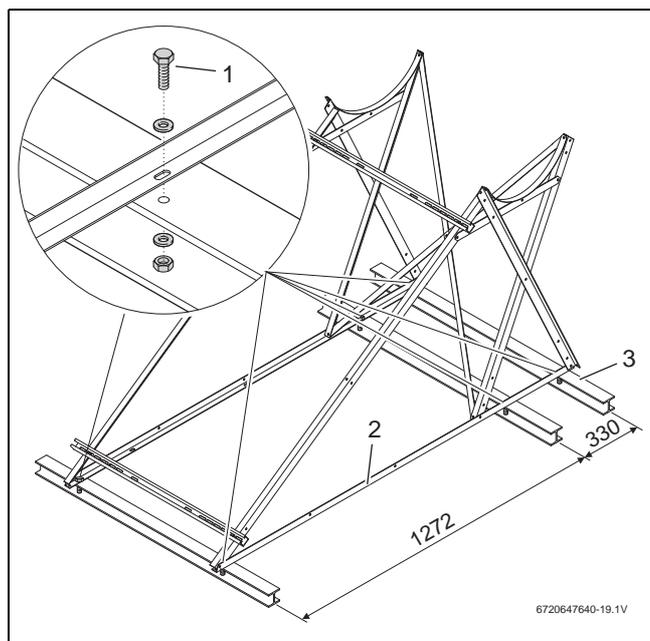

Fig. 27 Estrutura para telhado plano fixa sobre viga em I, medidas em mm (aqui no sistema de 150/200 I)
- Fixar os perfis através da ancoragem sobre vigas em aço (→ Fig. 27).